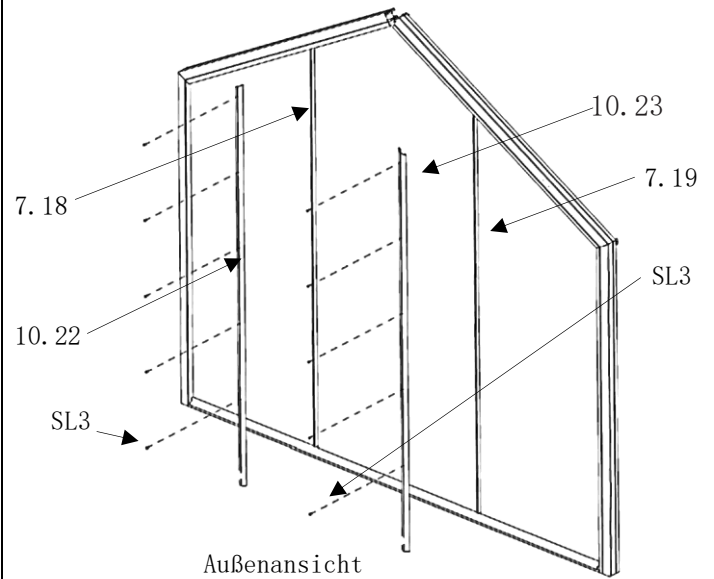

Abb. 87
- die unteren beiden Senkkopf-Bohrschrauben 4.2x16 (Pos. SL3) zu einem späteren Zeitpunkt einbauen. (Abb. 87)